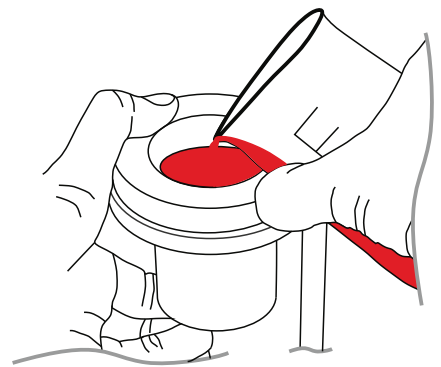

図 2
- 3 カップのオリフィスを指で塞ぎます (図2)。
- 4 カップに試料液を泡立たないようにゆっくり注ぎ入れます (図2)。